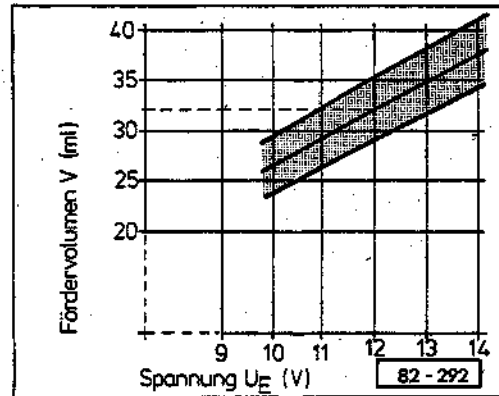

Abb. 20 Förderleistung der Dosierpumpe - V 54 bei Benzinzusatzheizung prüfen
- Zur Auswertung die ermittelten Daten in das entsprechende Diagramm - Abb. 20 bzw. 21 - übertragen.